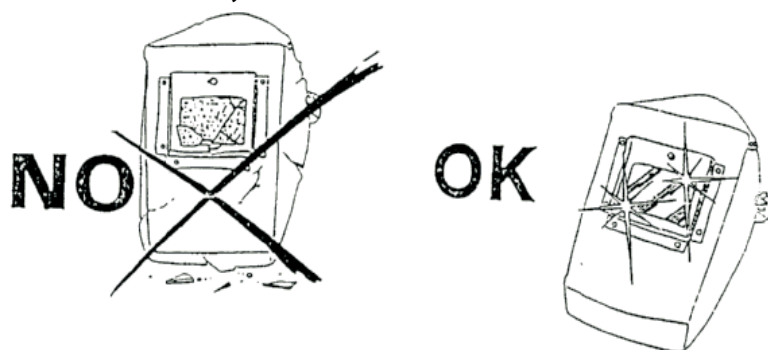

FIG.2
-Gli operatori devono indossare un casco o una maschera per saldatore, non infiammabile, disegnato in modo da proteggere il collo e il viso, anche dai lati. L'elmetto o la maschera devono essere dotati di vetri protettivi scuri adatti al processo di saldatura e alla corrente usata. Occorre mantenere sempre puliti i vetri di protezione e sostituirli se sono rotti o crepati (Fig.2). E' buona abitudine installare un vetro trasparente tra il vetro inattinico e l'area di saldatura. Questo vetro deve essere sostituito con frequenza quando spruzzi e schegge riducono notevolmente la visibilità. Utilizzate un respiratore quando lavorate con piastre rivestite, che emettono fumi tossici se riscaldate.